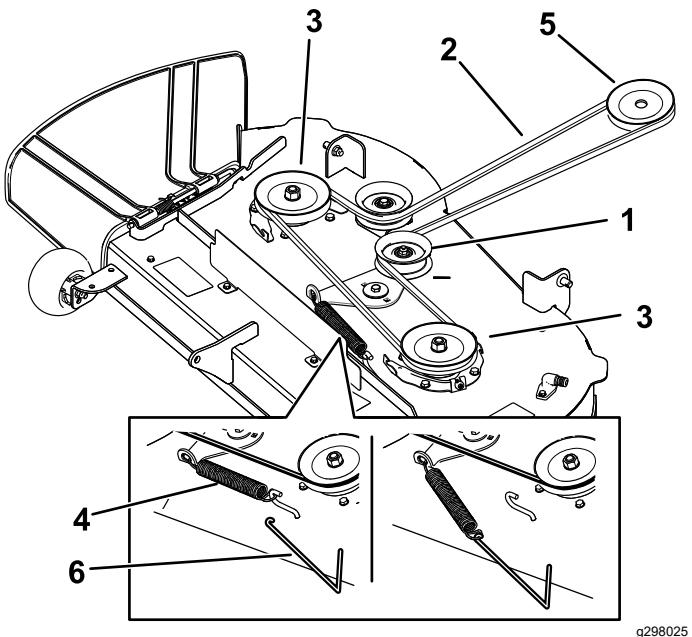
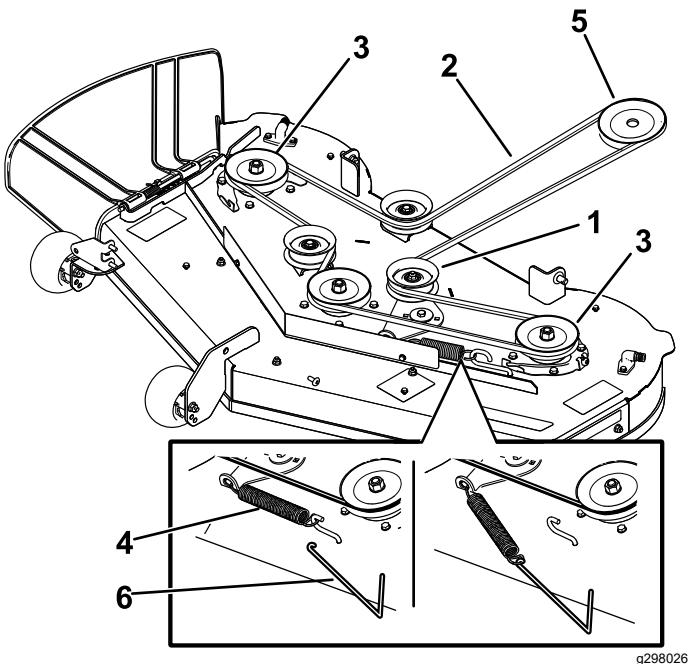

Рисунок 57
Рисунок 58
7. Используя съемник пружин (№ 92-5771 по каталогу Toro), снимите пружину натяжного шкива с крюка деки, чтобы снять натяжение с натяжного шкива, и снимите ремень со шкивов (Рисунок 57 или Рисунок 58).
9. Используя съемник пружин (№ 92-5771 по каталогу Toro), установите пружину натяжного шкива на крюк деки и создайте натяжение на натяжном шкиве и ремне газонокосилки (Рисунок 57 или Рисунок 58).
8. Проложите новый ремень вокруг шкива двигателя и шкивов газонокосилки (Рисунок 57 или Рисунок 58).